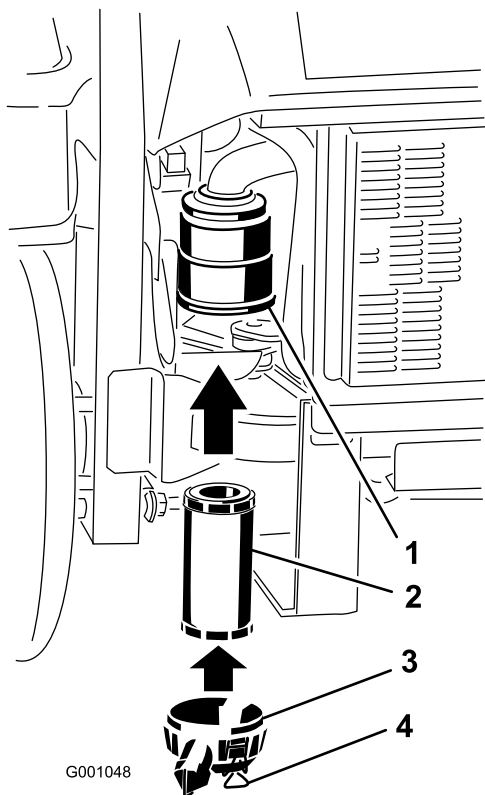

Figura 36
2. Introduzca el filtro con cuidado en la carcasa del limpiador de aire (Figura 36). Asegúrese de que está bien asentado empujando sobre el borde exterior del filtro mientras lo instala.
3. Instale la tapa del limpiador de aire y fije los cierres (Figura 36).